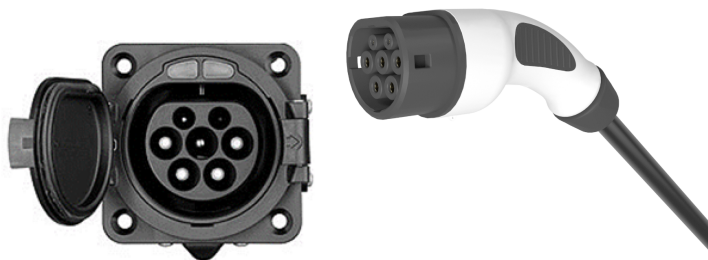

Рис. 6-9 Подключите вилку к розетке ЭТ.
- Как показано на рис. 6-9, подключите разъем зарядки к разъему зарядки переменного тока ЭТ, и загорится светодиод "Подключение" зарядной станции.